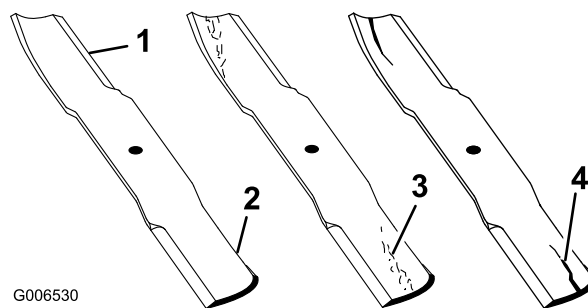

Figura 84
1. Inspeccione los filos de corte (Figura 84). Si los bordes no están afilados o tienen muescas, retire las cuchillas y afílelas. Consulte (página).
2. Inspeccione las cuchillas, especialmente la parte curva (Figura 84). Si observa daños, desgaste o la formación de una ranura en esta zona (Figura 84), instale inmediatamente una cuchilla nueva.